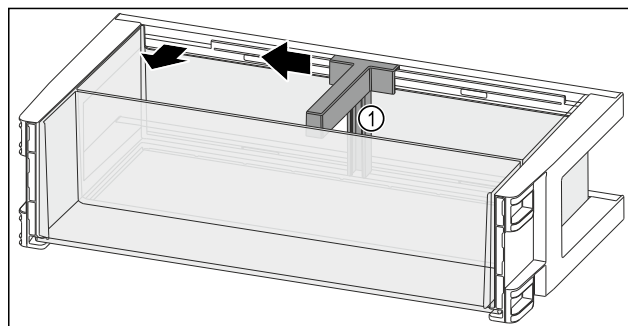

Fig. 139
- ▶ Pousser le range-bouteilles Fig. 139 (1) sur le côté jusqu'à l'évidement.
- ▶ Retirer le range-bouteilles Fig. 139 (1).